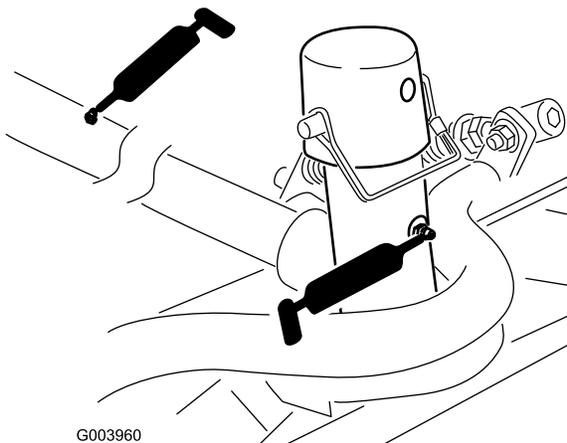

Рисунок 48
- Несущая рама и ось поворота режущего блока (по 2 шт.) (Рисунок 48)